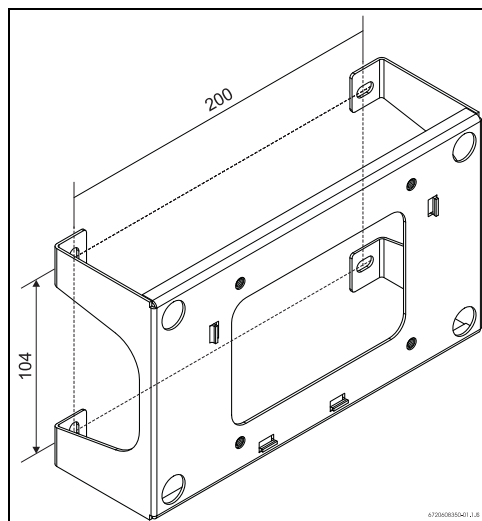

Fig. 3
► Coloque el filtro de agua (Fig. 1, [15]) en la entrada de agua fría (Fig. 3, [1]).